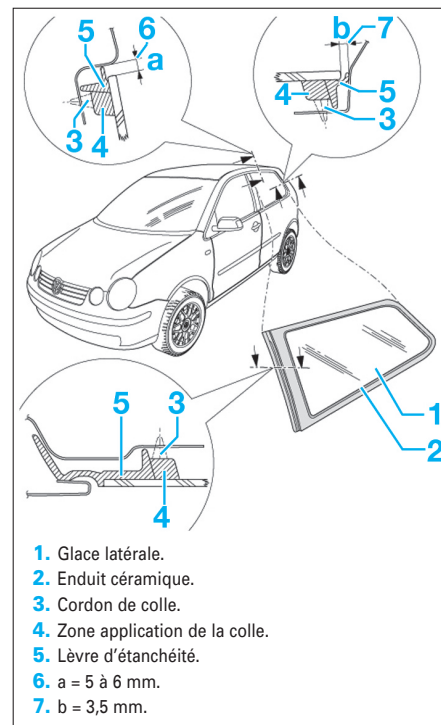

FIG. 7
- Préparer les ajustements comme illustré (Fig.7).
Il est impératif de respecter la cote (6) (Fig.7). En effet, cet interstice permet la fixation du support de la galerie.
- Poser la custode en tenant compte des ajustements (Fig.7).